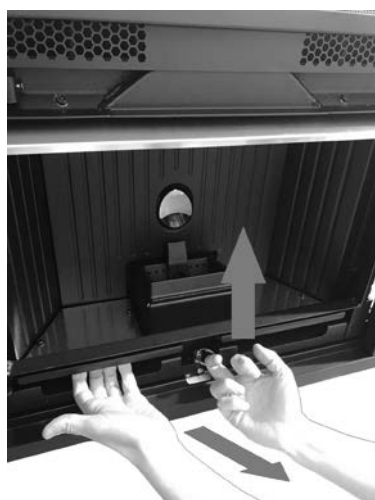
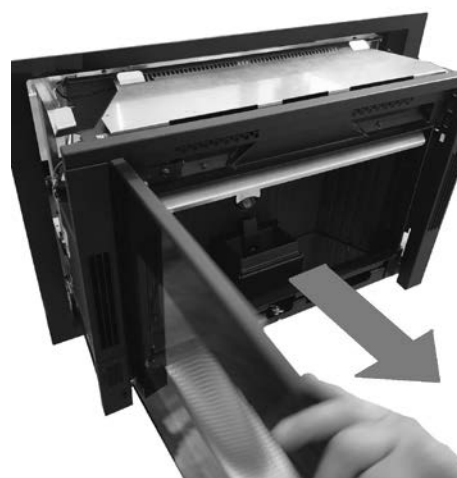

Fig. 25 - Soulever le crochet
Fig. 26 - Extraction du corps machine
- Soulever le crochet (voir **Fig. 25**) et tirer vers soi le corps machine (voir **Fig. 26**).